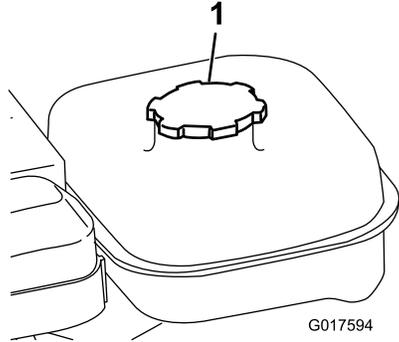

図 16
1. 燃料キャップ  図16の周囲をきれいに拭いてからキャップを外す。